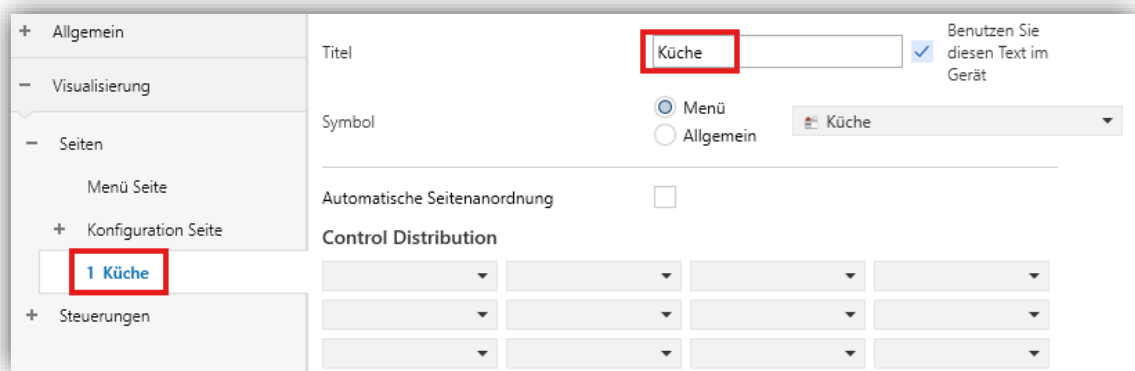

Abbildung67 . Konfigurationsseite n
- **Titel:** Textfeld, das jede der aktivierten Seiten identifiziert. Darüber hinaus ermöglicht dieses Feld die Änderung des Namens der Registerkarte im linken ETS-Menü, wie in der Abbildung „Abbildung67“.